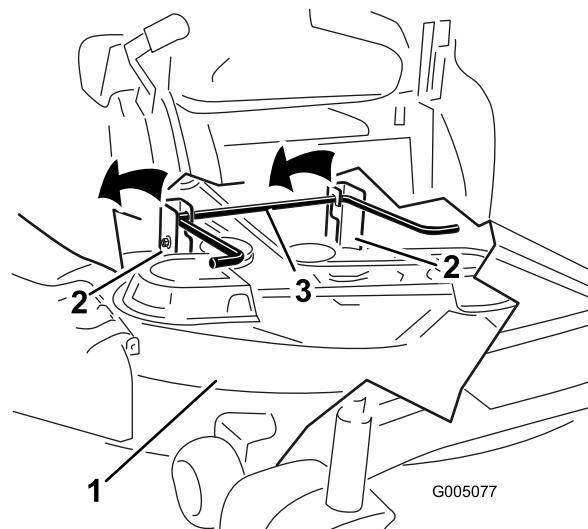

Figure 46
5. Soulevez et enlevez le plateau de coupe et les supports de la tige de levage arrière et abaissez la tondeuse au sol avec précaution (Figure 46).
- Soulevez l'arrière du plateau de coupe et guidez les supports sur la tige de levage arrière (Figure 46).